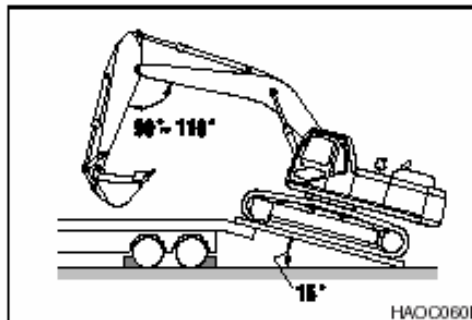

Figura 2
1. Asegúrese de aparcar el remolque en una superficie firme y llana. Consulte Figura 2.